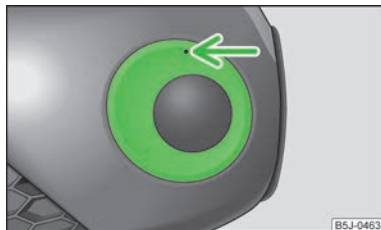

Fig. 148
- În orificiul de deasupra proiecteurului de ceață, introduceți » fig. 148 etrierul din sârmă » pagina 156, *Trusa de scule* și extrageți capacul.